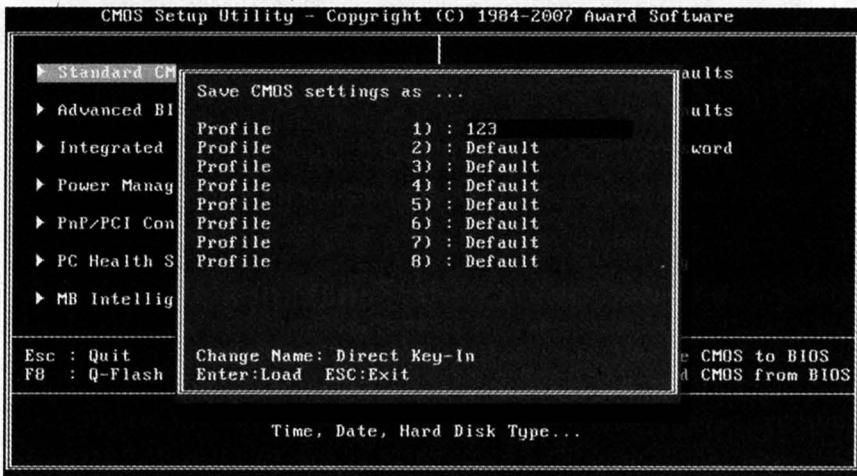

Рис. 3.12. Сохранение профиля BIOS в платах Gigabyte
2. Для сохранения текущих настроек BIOS нажмите клавишу F11, после чего появится окно сохранения профилей (рис. 3.12).